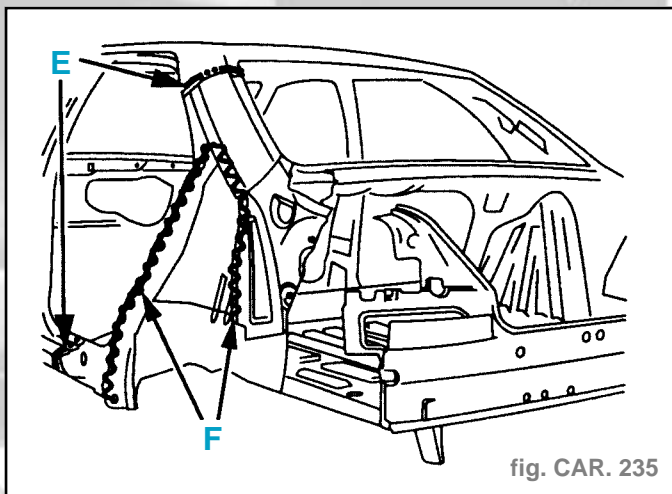

fig. CAR. 235
- Retoucher les coupes (coupes définitives) (suivant E) (fig. CAR. 235).